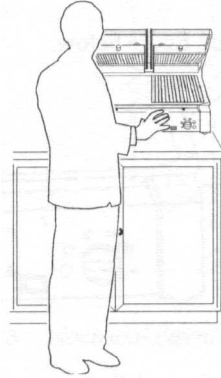

Рис. 7
1. примите необходимое положение перед грилем (рис.7), избегая контактов машиной.